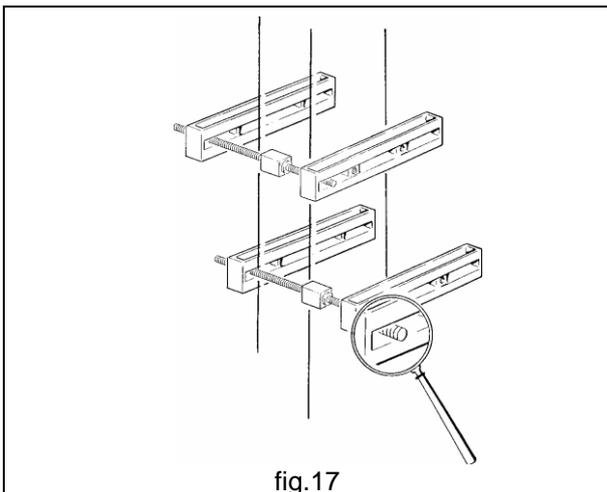

fig.17
- S'assurer de l'absence de défauts apparents sur cette structure/fixation (fig.17) ;